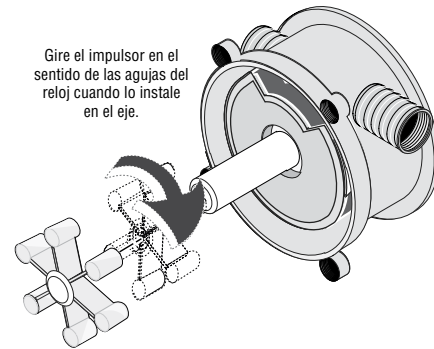

Figura 7 – Gire el impulsor en el sentido de las agujas del reloj durante la instalación.
9. Gire el impulsor en el sentido de las agujas del reloj mientras lo esté instalando (las hojas del impulsor estarán dobladas). Consulte la figura 7.